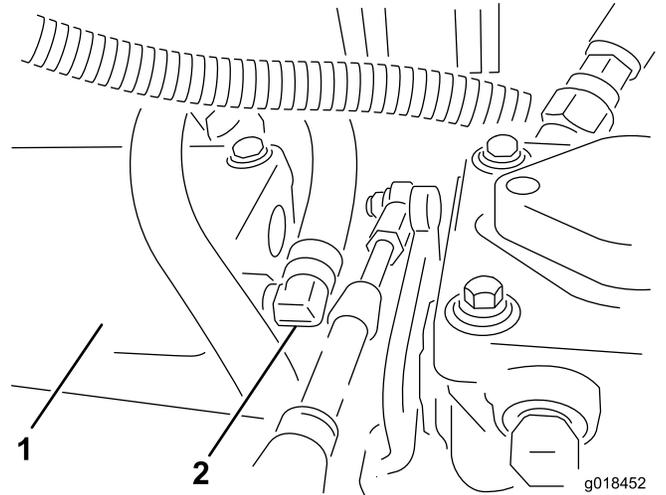

Figure 17
- 1. Branchez le flexible de 61 cm (24") à la pompe gauche (Figure 17).